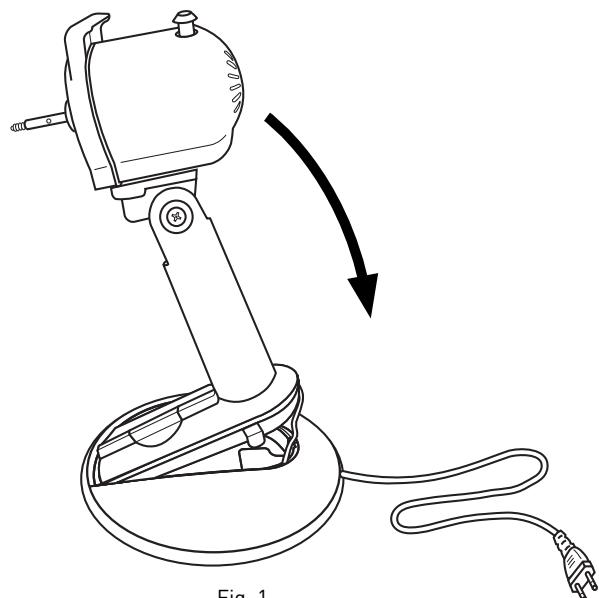

Fig. 1
1. Pase el cable de alimentación a través de la base del ventilador [Fig. 1]
2. Una el pie soporte del motor con la base del ventilador, encajando las ranuras frontales y presionando los clips de anclaje posteriores. [Fig. 1]
3. Coloque el cable de alimentación dentro de la ranura ubicada en la parte posterior de la base, para asegurar la estabilidad del ventilador. [Fig. 1]
1. Pass the power cable through the fan base (Fig. 1)
2. Slot the foot of the motor support into the circular fan base and fix with the rear clips. (Fig. 1)
3. Place the power cable in the groove located in the back part of the base, to ensure that the fan is stable. (Fig. 1)